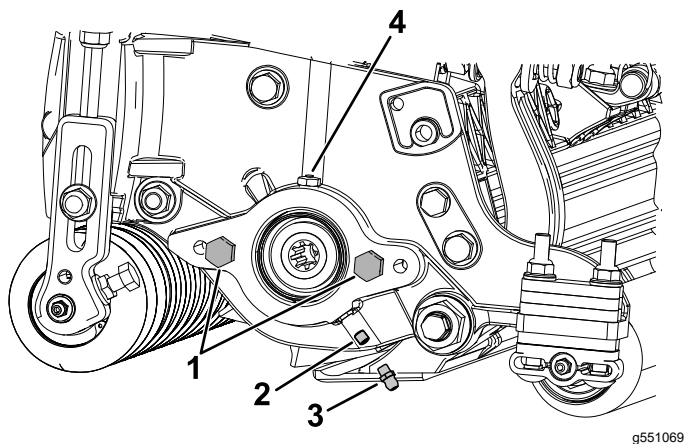

Figura 4
1. Togliete ed eliminate la vite di fermo sulla piastra laterale del motore dei cilindri (Figura 4).
2. Montate il raccordo d'ingrassaggio diritto (Figura 4).
2. Se non sono presenti bulloni senza dado sulla piastra laterale del motore dei cilindri, montateli (Figura 4).
5. Ingrassate la piastra laterale fino a quando il grasso in eccesso non fuoriesce dallo spurgo del grasso (Figura 4).